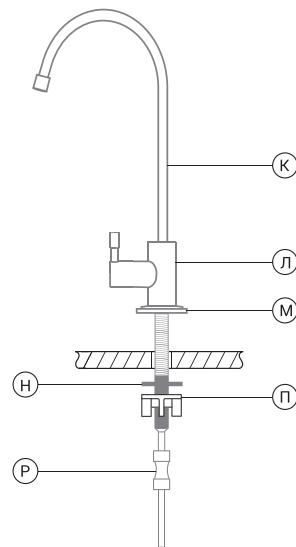

Рис. 11
2. Произведите монтаж крана (рис. 11) в следующей последовательности:
4. Свободный конец синей трубы 1/4", идущей от выхода фильтра, подключите к фитингу 1/4" из комплекта поставки (см. раздел «Присоединение трубок» (стр. 8) и (рис. 11)).
5. Фитинг 1/4" вместе с установленной в него трубкой подключите к штоку крана чистой воды (См. раздел «Присоединение трубок» (стр. 8) и (рис. 11)).